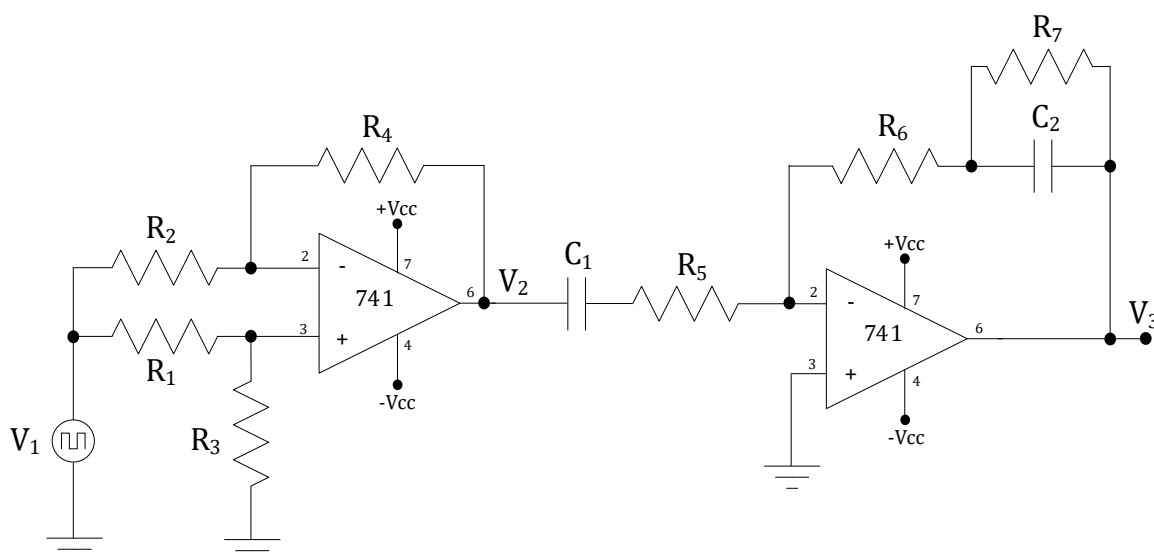

Figura 1
Para a resposta às questões colocadas no dimensionamento, considere a montagem da Figura 1, em que $R_1=10\text{k}\Omega$, $R_2=1\text{k}\Omega$, $R_3=6,8\text{k}\Omega$, $R_4=3,9\text{k}\Omega$, $R_5=10\text{k}\Omega$, $R_6=51\text{k}\Omega$, $R_7=560\text{k}\Omega$; $C_1=1\mu\text{F}$, $C_2=10\text{nF}$ e 2 AMP 741.
4.3 - Utilizando exclusivamente o software MATLAB/SIMULINK e tendo em conta o circuito da Figura 1 simule o circuito para as seguintes situações: